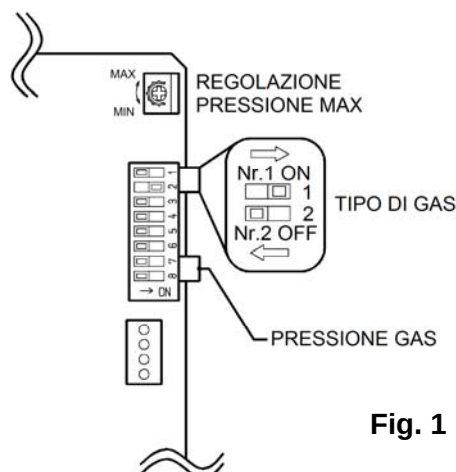

Fig. 1
2. Praticare 3 fori nel muro (Fig.1), uno per il cavo, due per le viti di fissaggio. Applicare i tasselli.
4. Controllate che i microinterruttori della selezione del gas N.1 e N.2 siano nella corretta posizione per il tipo di gas con cui viene alimentato l'apparecchio (Fig.1)